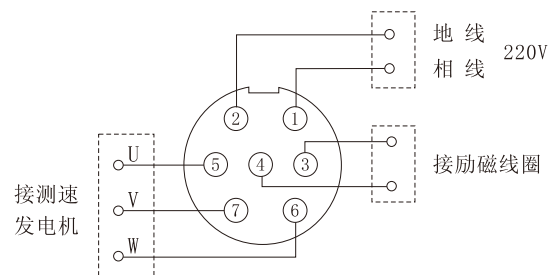

图2 七芯航空插头引出线
JD1A型控制器的接线简单方便，输入和输出线都通过面板下方的七芯航空插座进行连接，插座各芯与相应各线的连接见图2。
1、控制器按图2接线检查无误后再进行下一步。